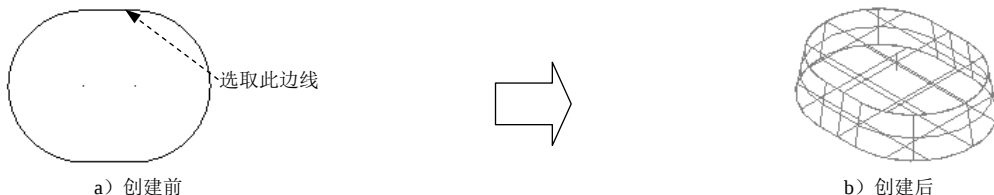

图 5.2.3 挤出曲面
**挤出曲面(X)...**命令是将指定的一个封闭的图形沿其法向方向进行平移来创建曲面的，平移之后的曲面为封闭的几何体。下面以图 5.2.3 所示的模型为例讲解挤出曲面的创建过程。